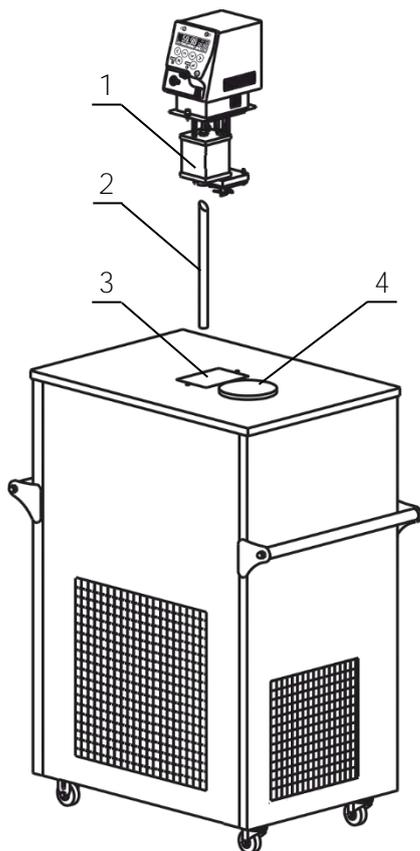

Рисунок 3 — Установка блока регулирования
2.2.4 Вставить выходную трубку насоса 2 (рисунок 3) косым срезом до упора в резервуар 1 блока регулирования (если она не была установлена предприятием-изготовителем) и зафиксировать винтом.
2.2.7 Заполнить ванну термостата теплоносителем через отверстие над рабочей ванной 4 (рисунок 3) до момента начала слива теплоносителя из переливного штуцера 10. Температурный диапазон применения теплоносителя должен соответствовать значениям, указанным в 1.2.6.
2.2.11 Причина отсутствия перелива — неправильная работа насоса, вызванная воздушной пробкой, образовавшейся в резервуаре 1 (рисунок 3). Для ее устранения необходимо: